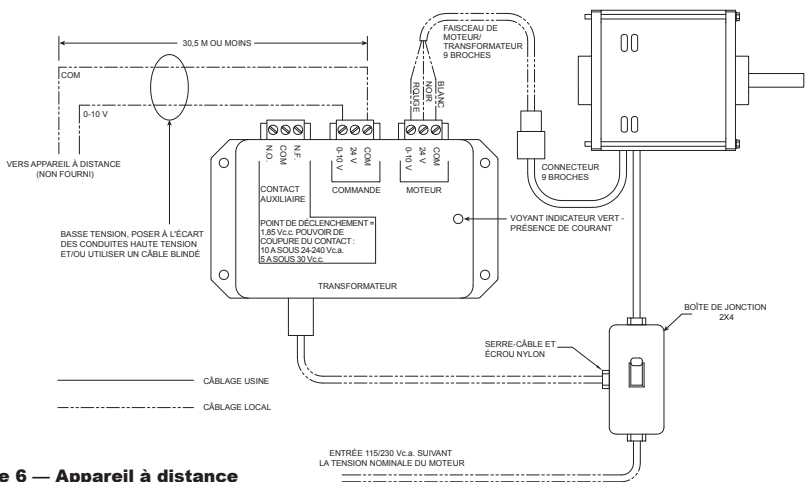

Figure 6 — Appareil à distance
7. Si un régulateur de vitesse d'un fabricant tiers est utilisée au lieu de la commande de vitesse à distance fournie, voir les détails du câblage à la Figure 6.